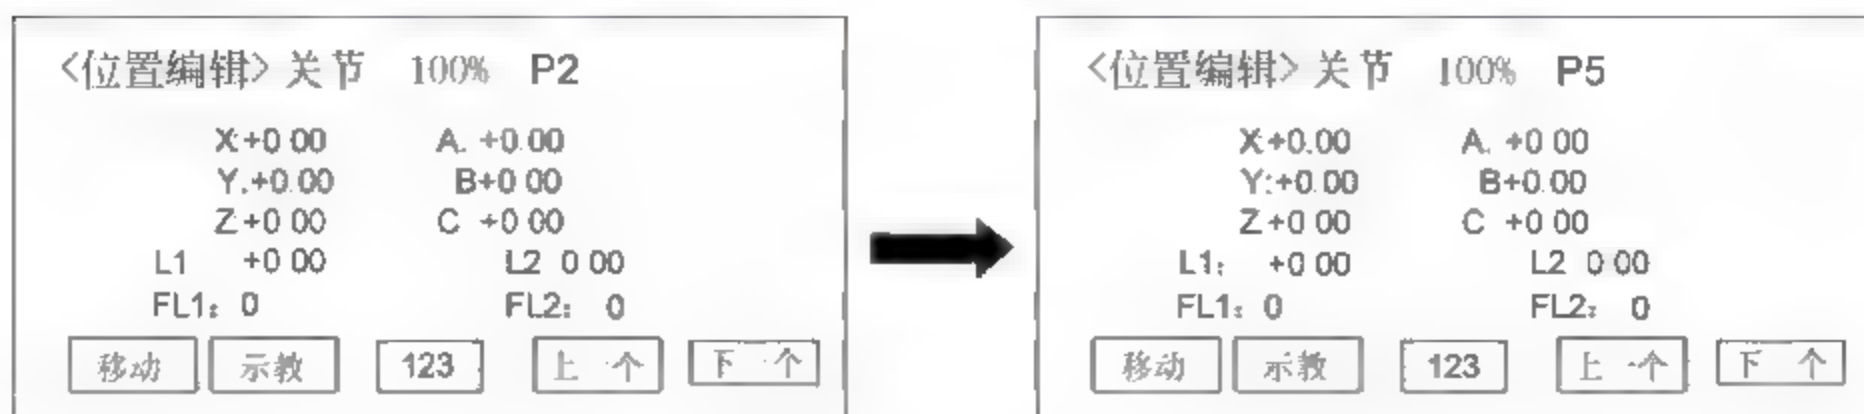

图 4 15 调出 P5 点
在编制程序结束后,按“关闭”键,回到上一级菜单“管理/编辑”,如图 4 9 所示。
① 使用 JOG 功能，将机器人直接移动到(预定的)P5 点，并在显示屏上观察“当前点”的数据。
② 在“指令编辑”界面按下切换键进入“位置编辑”界面，如图 4 14 所示。